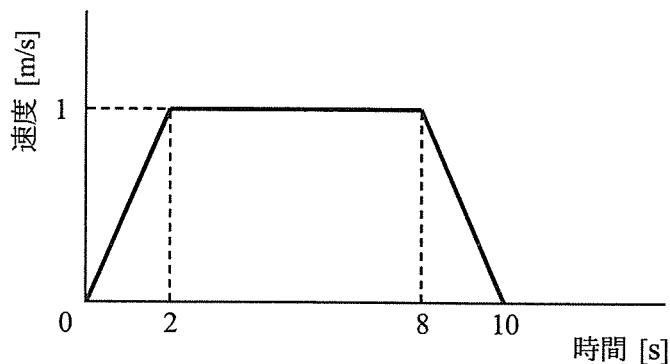

図3 ケージの速度パターン
この巻上機が、図3で示すケージの速度パターンで運転されているときについて考える。ただし、記載のない質量、慣性モーメント及び損失は無視するものとし、重力の加速度を 9.8 m/s^2 とする。
2) 巷胴を回転させて、積荷を搭載したケージを図3の速度パターンで引き上げるとき、上昇開始から停止するまでの10秒間におけるケージの上昇距離は [m] である。この10秒間で巻上機が為す仕事は、位置エネルギーの增加分と見合うので ab.c [kJ] となる。
3) 図3の速度パターンにおいて、上昇開始から2秒間の加速時に必要な巻胴の所要トルクとしては、
4) 図3の速度パターンにおいて、ケージを定速で引き上げている区間では、巻胴の回転角速度は